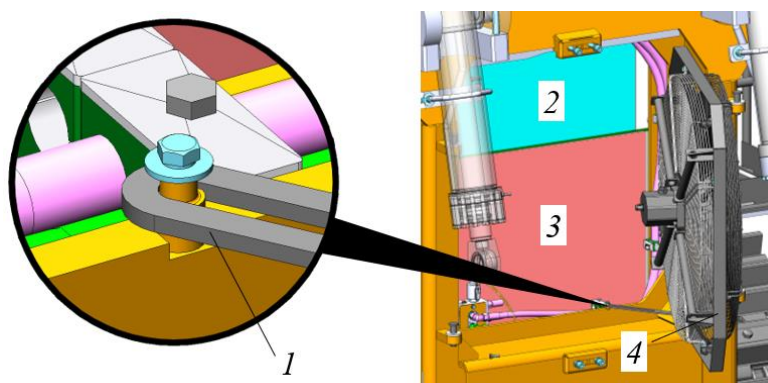

Рисунок 5.70. Процедура чистки блока радиаторов
- ▶ Зафиксировать раму вентилятора в открытом положении при помощи стопора 1, рис. 5.70.
- ▶ Произвести чистку (продувку) сжатым воздухом радиатора ОНВ поз. 2 радиатора системы охлаждения двигателя поз. 3, см. рис. 5.70 и масляного радиатора раздаточной коробки (на рис. не показан).
- ▶ Убрать стопор 1, рис. 5.70.